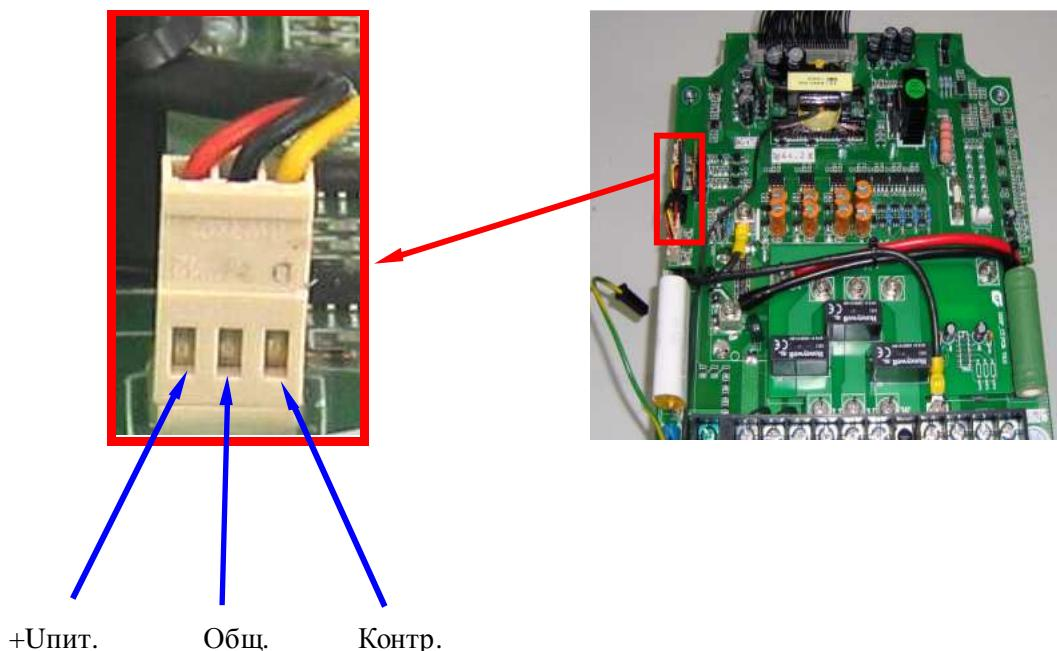

Рис. 4.10. Диагностика вентиляторов.
- 4.10.5. В случае появления сообщения об ошибке «ОН2» поочередно измерить напряжение на разъемах FAN 1... FAN 4 между выводами Общ. и Контр. (см. рис. 4.10). У исправного вентилятора напряжение при работе должно составлять менее 1 В. Если напряжение составляет 13...18 В - вентилятор неисправен.